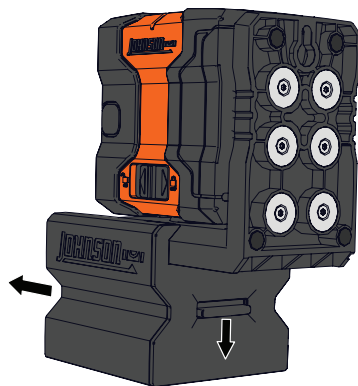

Figura 11
2. Para soltar el montaje en piso magnético de la unidad, empuje hacia abajo la lengüeta de liberación en la parte trasera del montaje y deslice para separar el montaje y la base integrada. (Figura 11)